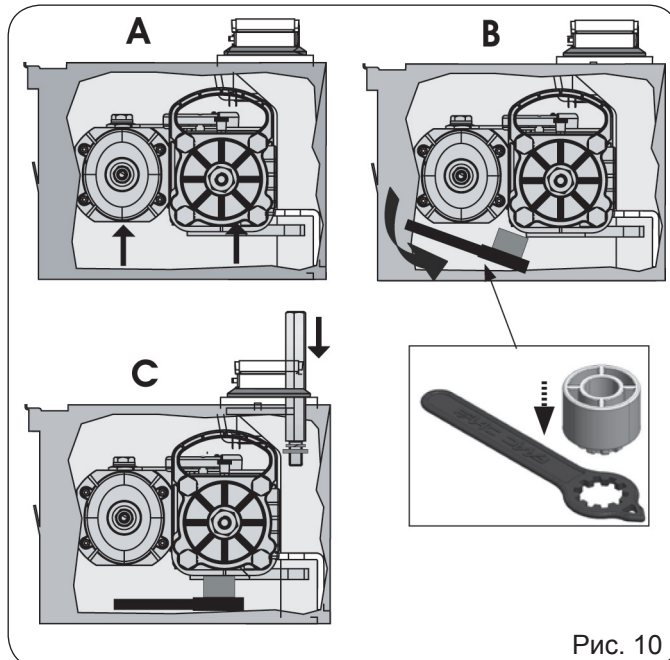

Рис. 10
- 10) Поднимите привод за ручки (рис.10 позиция А), вставляя вал в рифленую втулку несущего корпуса. Для облегчения этой процедуры, слегка поворачивайте привод, пока он не войдет в зацепление.
- 11) Поместите прилагаемый ключ под исполнительное устройство, как показано на рис. 10, позиции В и С.
- 12) Вставьте крепежные винты с гровером и шайбой как показано на рис. 10, позиция С, и закрутите их, чтобы надежно прикрепить исполнительное устройство к несущему корпусу, как показано на рис. 11.